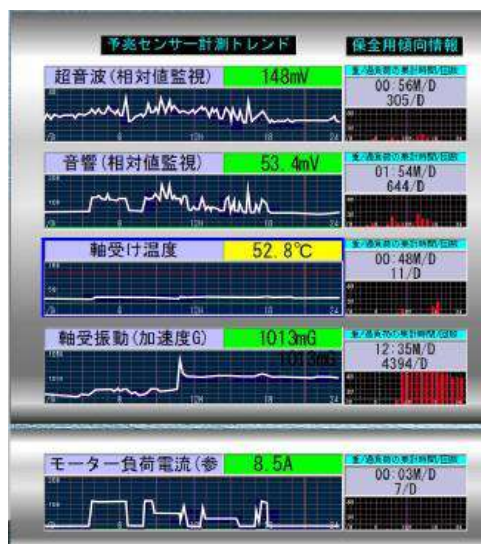

図1 予兆監視のわかりやすいグラフィカル画面
- ① 現場情報を電気信号に変換：機械の運転、故障等の情報を接点信号やアナログ信号に変換されたものを信号伝送機器に接続して電気信号に変換する。
- ② 現場の電気信号の伝送：汎用電線伝送「ユニバーサルライン」を用いてデータ収集装置(パソコン)に送る
- ③ データの自動収集：現場の情報を自動的にパソコンに取込み保存しモニター表示をする
- ④ データの見える化：取込んだ情報を自動的にグラフ表示してどこからでも閲覧を可能にする
- ⑤ 見える化情報の共有：複数のパソコンから濃い情報グラフとデータを共有し組合せて再利用する
- ⑥ 予兆監視等への利用：一例で言うと図1のように複数の膨大なデータを上下に時間軸を合わせては大型モーターの計測で縮図の具合で不鮮明な部分もあるが、下から電流、振動、温度、音響、超音波のデータを同期させて表示している。このことにより異常が発生する前の変化を発見しやすくなるものである。